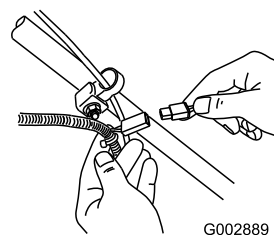

**Figura 22**
1. Collegate il caricabatterie al cablaggio preassemblato del tosaerba, sotto la chiave di accensione (**Figura 22**).